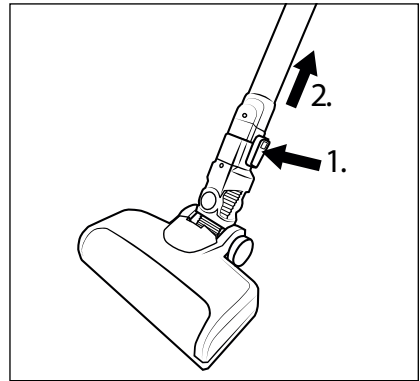

Abb. 12
- ◆ Um die Bodenbürste ⑳ vom Saugrohr ⑭ zu entfernen, halten Sie die Bodenbürsten-Entriegelungstaste ㉑ gedrückt und ziehen Sie das Saugrohr ⑭ von der Bodenbürste ⑳ ab (siehe Abb. 12).